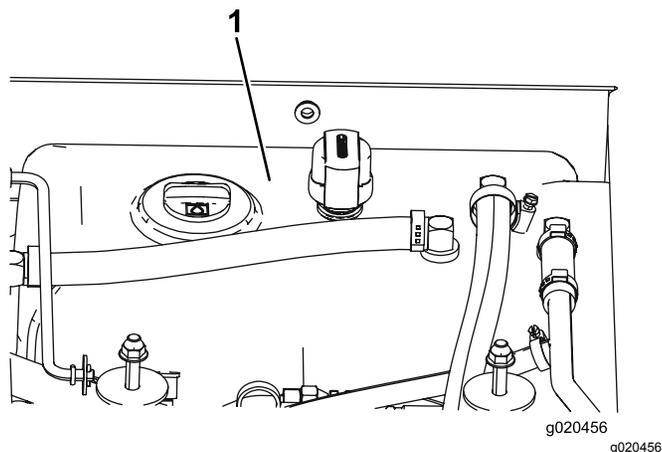

Figura 78
- Riempite il serbatoio (Figura 78) di fluido idraulico; fate riferimento a Controllo del fluido idraulico (pagina 62).